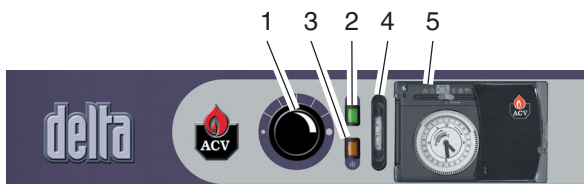

Fig. 15: Bedieningspaneel
5.3.7 BEDIENINGSPANEEL (FIG. 15)